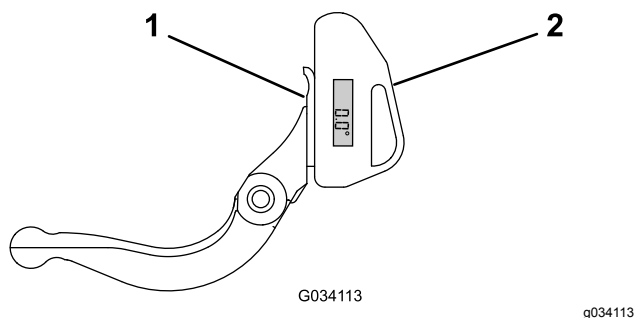

Рисунок 12
1. Установите индикатор угла на нижней стороне неподвижного ножа, как показано на Рисунок 12.